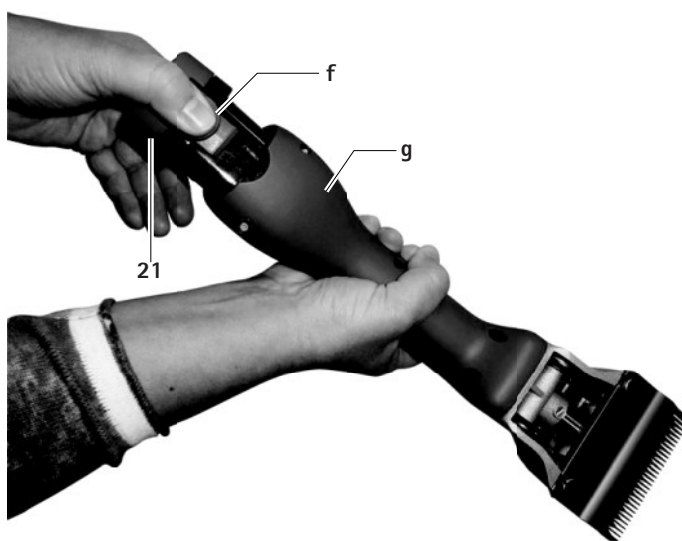

Fig. 1
- Tenir la tondeuse à accum **g** tête de tonte vers le bas, de façon à ce que l'accum Li-ion 21 ne tombe pas lors du déverrouillage, voir Fig. 1.